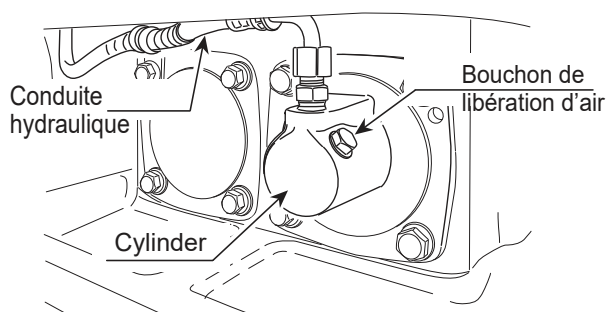

Figure 30. Retirer la conduite hydraulique
3. Retirer la conduite hydraulique branché au cylindre du côté du vibreur (figure 30).
9. Retirer le bouchon de libération d'air du cylindre du vibreur. De l'huile s'échappera alors de l'orifice du bouchon de libération d'air. Lorsque que les bulles d'air cessent de s'échapper de l'orifice, replacer le bouchon. Bien serrer. (figure 30).